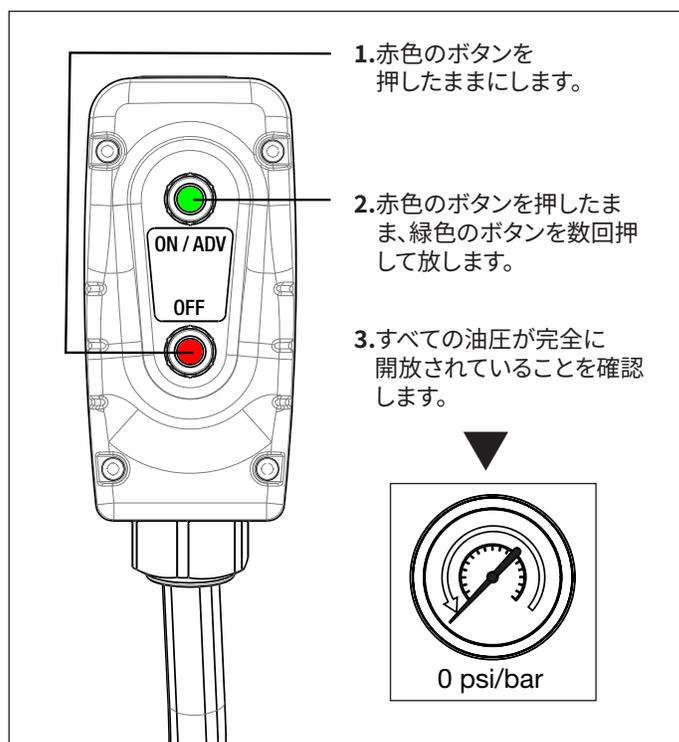

図8: 油圧の解放
- 緑色のON/ADVボタンを数回押し放しながら、赤色のOFFボタンを押し続けたままにします。図8を参照してください。
- 油圧ゲージがゼロ(0) psi/barを示していることを確認します。その後、赤色のOFFボタンを放します。